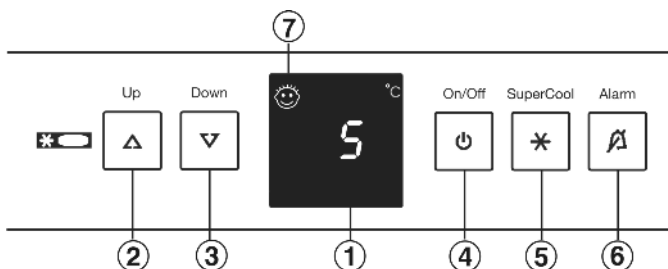

Fig. 2
- Appuyer sur la touche On/Off Fig. 2 (4).
► Activer le mode de réglage : appuyer env. 5 s. sur la touche SuperCool Fig. 2 (5).
► A l'aide de la touche de réglage Up Fig. 2 (2) et touche de réglage Down Fig. 2 (3), sélectionner h.
- Confirmer : appuyer brièvement sur la touche SuperCool Fig. 2 (5).
- Régler l'affichage plus clair : appuyer sur la touche de réglage Up Fig. 2 (2).
- Régler l'affichage plus foncé : appuyer sur la touche de réglage Down Fig. 2 (3).
- Confirmer : appuyer sur la touche SuperCool Fig. 2 (5).
- Désactiver le mode de réglage : appuyer sur la touche On/Off Fig. 2 (4).